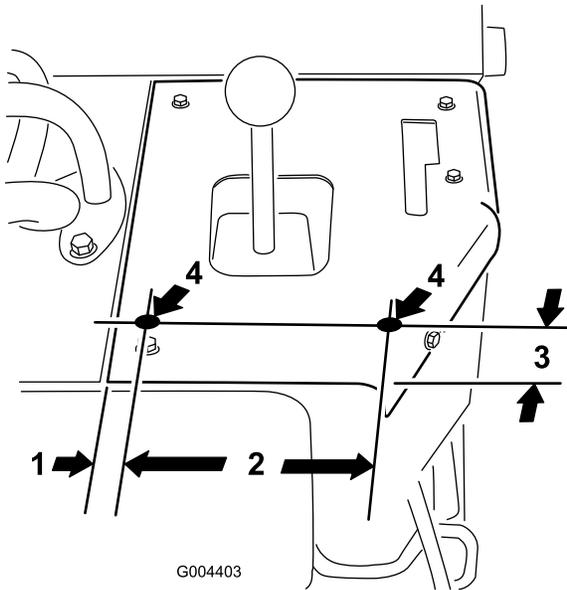

Figure 8
2. Localisez et percez 2 trous ($\frac{3}{8}$ " dans le panneau de commande, sous le levier du bras de chargeuse (Figure 8).